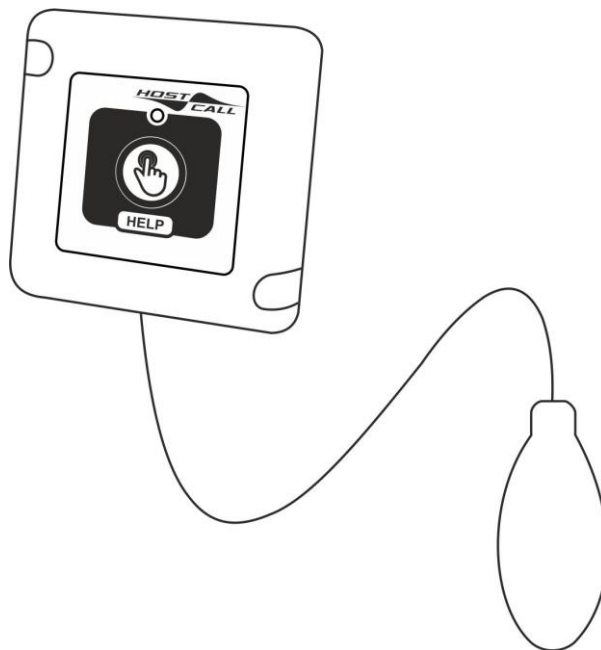

Рисунок 5.7. Влагозащищенная проводная цифровая пневмокнопка вызова со шнуром MP-435W2
3. Влагозащищенная проводная цифровая пневмокнопка вызова со шнуром MP-435W2 накладного крепления (рис.5.7.). Длина шнура – 2 м.
2. Влагозащищенная проводная цифровая пневмокнопка вызова со шнуром МР-435W2 настенного крепления (рис.5.7). Длина шнура – 2 м.